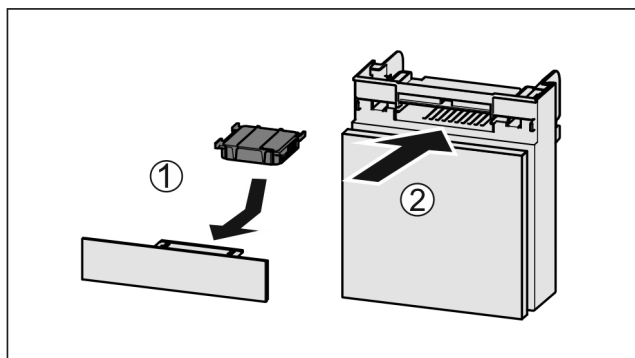

Fig. 100
- ▶ Sätt in Fig. 100 (1) aktivtkolfiltret enligt bilden.
- ▶ Skjut in Fig. 100 (2) lådan.